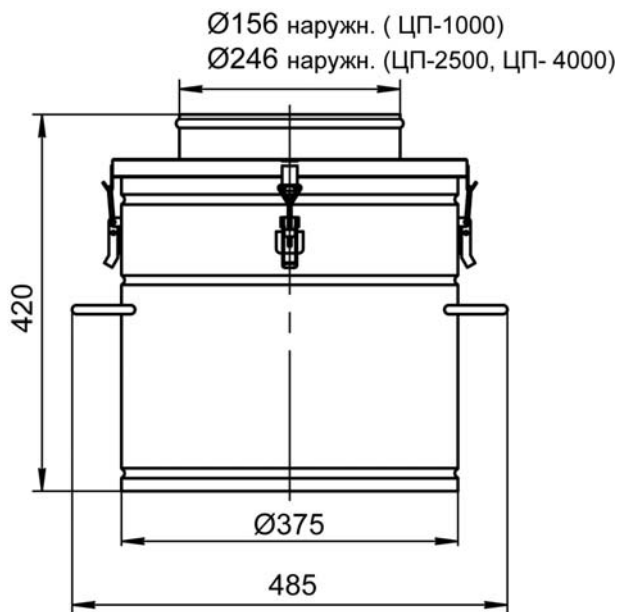

Рисунок 2.3
2.5. Габаритные и присоединительные размеры бункера-пылесборника приведены на рис. 2.3.